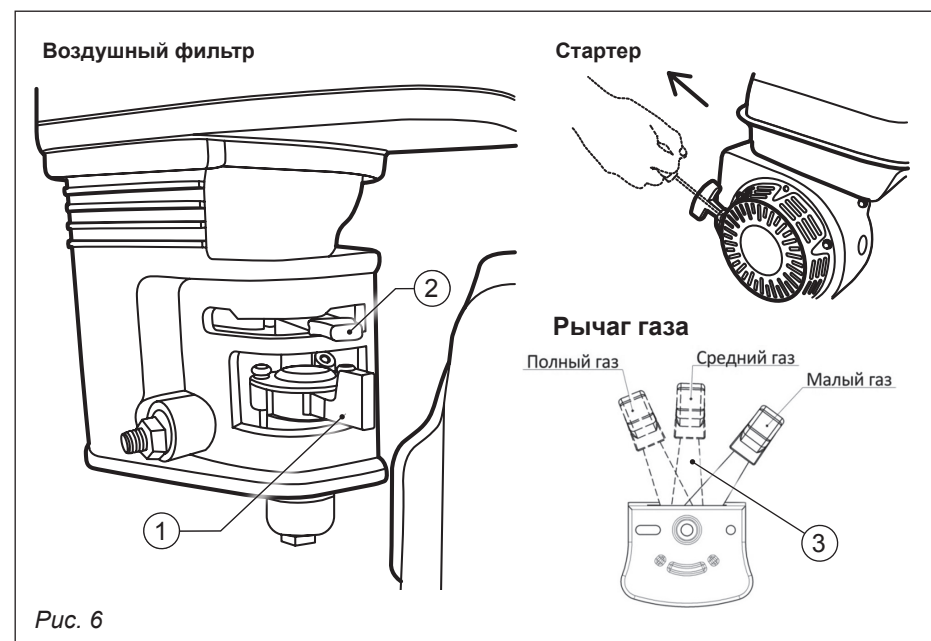

Рис. 6
- Поверните топливный кран (1) в положение **ON** (рис. 6).
- Передвиньте рычаг воздушной заслонки (2) в положение **CLOSE** (закрыто).
- Передвиньте рычаг газа на рукоятке (3) в среднее положение.
Перемещением рычага газа регулируются обороты двигателя (рис. 6, поз. 3). Выбирайте необходимые обороты в зависимости от выполняемой работы.